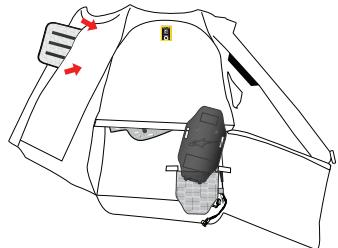

Figura 15
5. Per quanto riguarda la parte anteriore dell'Airbag che copre l'area del torace, aprire la clip, staccare le toppe a strappo poste sulla parte anteriore e posteriore dell'Airbag. Infine, rimuovere l'Airbag attraverso l'apertura presente sopra il manicotto destro (Figura 15).